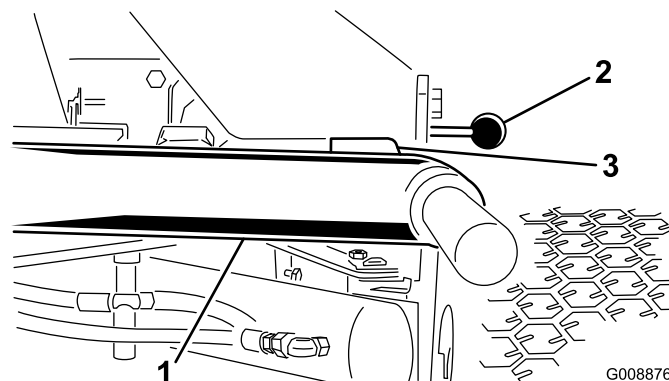

Bild 25
1. Lassen Sie den Motor an, heben die Hubarme an und prüfen, ob der Abstand zwischen jedem Hubarm und der Bodenplattenhalterung zwischen 5-8 mm liegt (Bild 25).